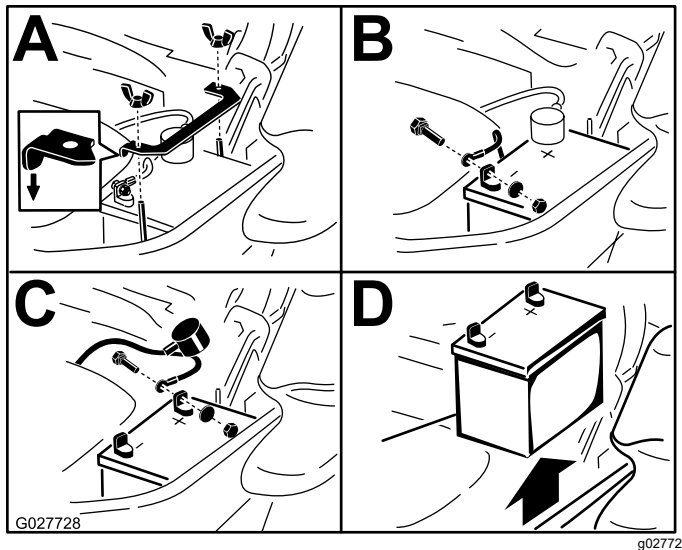

Figure 66
3. Retirez la batterie, comme montré à la Figure 66.